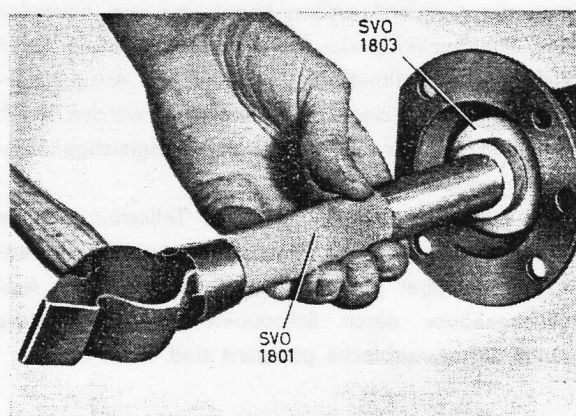

Bild 5-4. Radialdichtring einbauen
4. Neuen Radialdichtring einbauen, auf richtige Lage achten. Dorn SVO 1801 mit Platte SVO 1803 verwenden, siehe Bild 5-4.